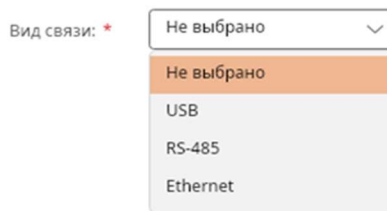

Рис. 19
- **«Вид связи *»** (выпадающее меню) – интерфейс подключения (Рис. 19);